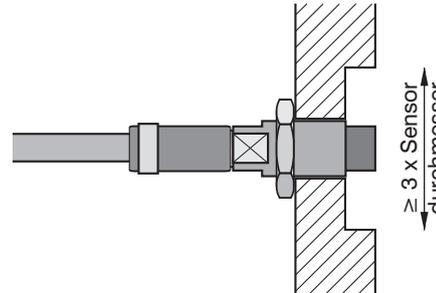

Abb. 10 Flächenbündige Montage eines ungeschirmten Sensors in einer metallischen Halterung mit Aussparung
- ▶ Montieren Sie ungeschirmte Sensoren bündig in die metallische Sensorhalterung. Achten Sie dabei auf eine Aussparung an der Halterung in der Größe des dreifachen Sensordurchmessers, siehe Abb. 10.